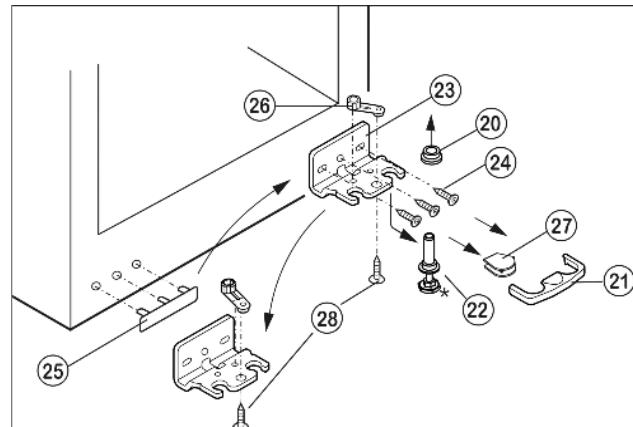

Fig. 5
- ▶ Предохранитель Fig. 5 (21) снимите движением вперед.
- ▶ Снимите крышку Fig. 5 (27).*
- ▶ Полностью вверните регулируемую опору Fig. 5 (22).
- ▶ Вытяните опорный палец Fig. 5 (22) вниз и вперед. При этом следите за гнездом шарнира Fig. 5 (20).
- ▶ Открутите опорный кронштейн Fig. 5 (23)(3 шт. Torx 25) Fig. 5 (24).
- ▶ Открутите опорную деталь Fig. 5 (26)(1 Torx 25 Fig. 5 (28)) и, переставив в отверстие на противоположной стороне опорного кронштейна, снова прикрутите.
- ▶ Осторожно приподнимите и переставьте крышку Fig. 5 (25) со стороны ручки.
- ▶ Снова прикрутите опорный кронштейн Fig. 5 (23) на новой стороне шарнира, при необходимости с помощью аккумуляторного шуруповерта с усилием 4 Нм.
- ▶ Установите крышку Fig. 5 (27) на противоположной стороне.*
- ▶ Предохранитель (21) нужно зафиксировать сбоку на кронштейне, чтобы опорный палец и двери были защищены от выпадения.
- ▶ Снова защелкните предохранитель (21) на опорном кронштейне.
- ▶ Наденьте гнездо шарнира Fig. 5 (20).
- ▶ Установите дверцу сверху на нижний опорный палец Fig. 5 (22).
- При необходимости выровняйте дверцы через два продольных паза в нижнем опорном кронштейне Fig. 5 (23) параллельно корпусу устройства. Для этого выкрутите средний винт.